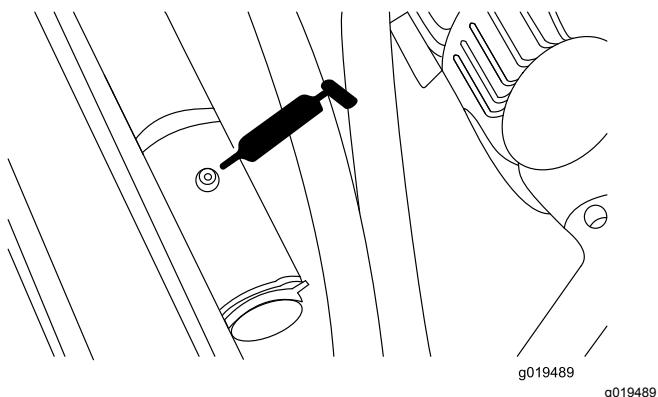

Bild 39
- Hintere Hubzylinder-Drehbüchsen (2) (Bild 39)